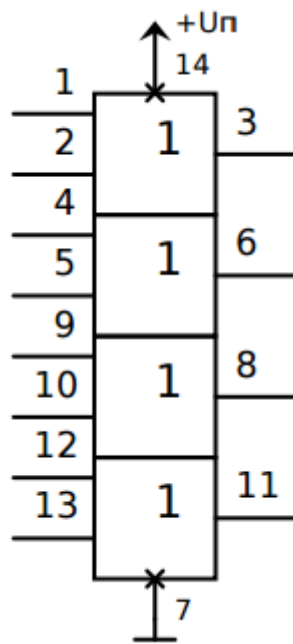

Рисунок 2 – Условное графическое обозначение логической микросхемы (2ИЛИ) К155ЛЛ1
**Задание по работе:** Исследовать работу шифратора с помощью дешифратора КР1533ИД3 (DD1) (рисунок 1) и логической микросхемы К155ЛЛ1 (DD2) (рисунок 2).